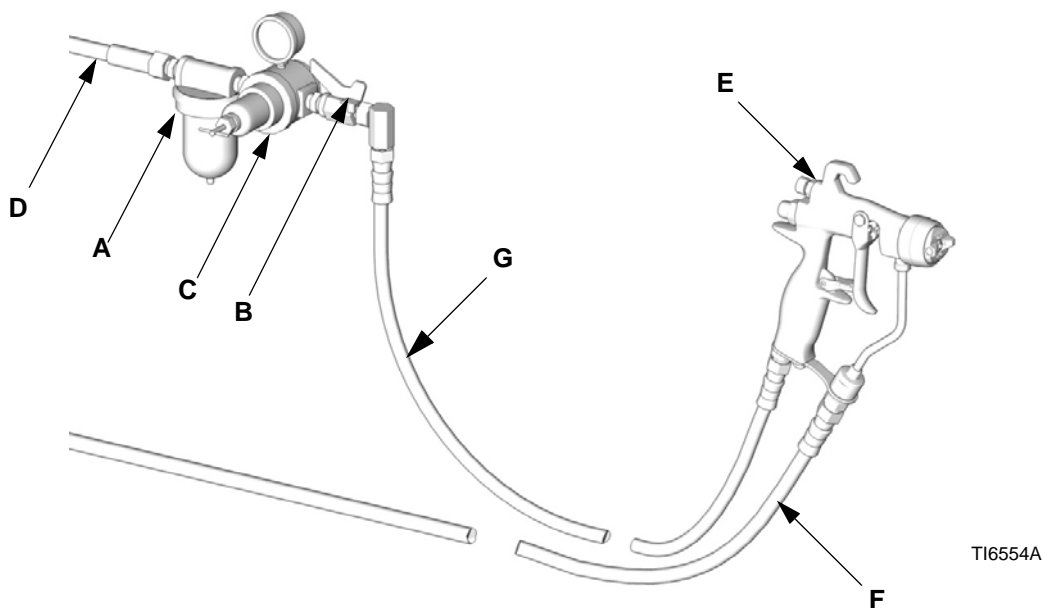

FIG. 1: Typisk montering, (modell G15 vises)
MERKNAD: Typisk installasjon vist i FIG. 1 er bare en veileder for å velge og installere lufttrykks-assisterte sprøytesystemer. Ta kontakt med din Graco-distributør for hjelp med å lage et system som er tilpasset dine spesielle behov.
1. Sett inn et luftfilter (A) på pistolens luftslange for å sikre tørr, ren lufttilførsel til pistolen. Skitt og fuktighet kan ødelegge sluttresultatet på verket ditt. Se FIG. 1.
2. Installer en lufttrykksregulator (C) på pistolens luftslange for å kontrollere lufttrykket til pistolen.
3. Installer en luft avstegningsventil (B) på pistolens luftslange og på pumpens luftslange, for å skru av lufttilførselen til pistolen.